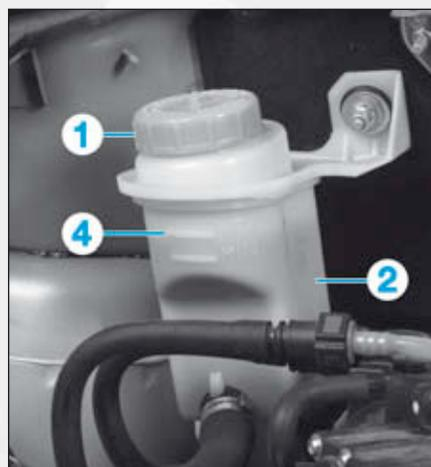

FIG. 16
- Ouvrir le bouchon de remplissage (1) du réservoir de liquide hydraulique (2) de direction assistée (Fig.16).
- Remplir le réservoir de liquide de direction assistée jusqu'au niveau maximum (4) (Fig.16).
- Compléter le niveau de liquide de direction assistée jusqu'au niveau maximum (4).